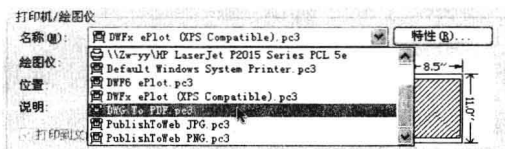

图 10-4-1
(1) 在界面顶端快速访问工具栏中单击“打印”按钮, 打开“打印”对话框, 在“打印机/绘图仪”下, 从“名称”列表中除了联机的打印机名称, 如图 10-4-1 所示,